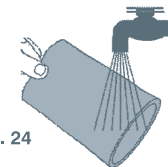

Fig. 24
- Si el filtro motor está obstruido, lávelo bajo un chorro de agua fría (Fig. 24). Si está demasiado obstruido (Ejemplo: después de aspirar líquidos muy sucios), lávelo con algún detergente suave, enjuáguelo bien bajo un chorro de agua. Deje secar totalmente antes de reinstalar.